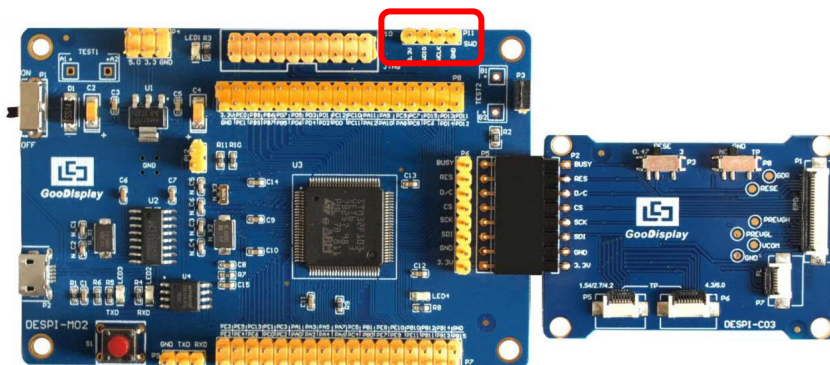

图 13 SWD 接口
- 1) 如图 13 所示，开发板预留了四线 SWD 接口，可以将其通过杜邦线接在仿真器对应接口上，连接仿真器到计算机。